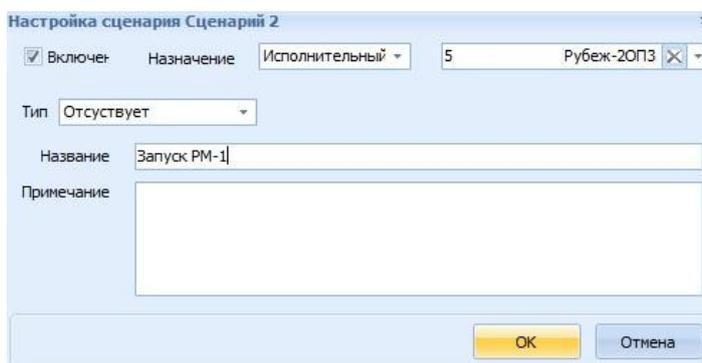

Рисунок 8.11 Окно «Настройка сценария» Сценарий №2
- **Сценарий № 2 «Запуск РМ-1»**, исполнительный сценарий на приборе Рубеж-2ОПЗ (5), который запускает релейный модуль РМ-1 (Рисунок 8.11).